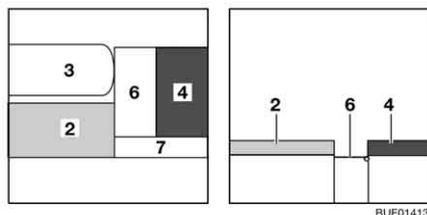
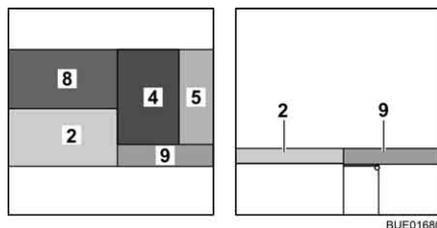

Fig. 121 Durante a transformação
Fig. 122 Depois da transformação
- Suspenda o acrescento da cama (Fig. 121,7) na caixa da cama e no prolongamento da caixa da cama.
- Puxe o estofa do assento (Fig. 121,4) sobre o prolongamento da caixa da cama (Fig. 121,6).
- Coloque o estofa do encosto (Fig. 122,5) entre o estofa do assento e a parede.
- Coloque o estofa adicional (Fig. 122,8) sobre a mesa.
- Coloque o estofa adicional (Fig. 122,9) sobre o acrescento da cama (Fig. 121,7).